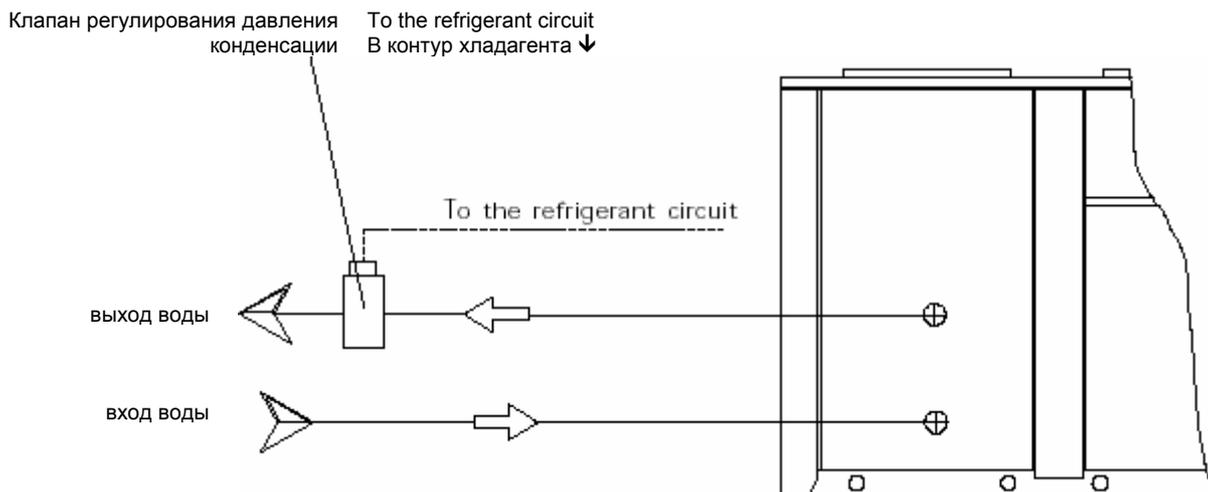

Рисунок 10
- Снятие реле выполняется откручиванием соединительной пластиковой кольцевой рифлёной гайки. При установке следить за правильным размещением уплотнительного кольца. (см. рис. 10).